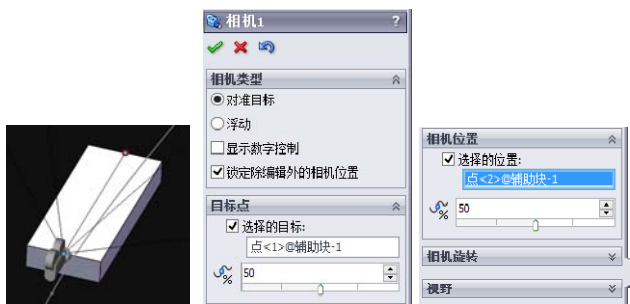

图 8-31 定义相机位置
STEP 5 “编辑”相机，设置其目标位置为“辅助块”上表面的前端中点，设置“相机位置”为“辅助块”上表面的后端中点，如图 8-31 所示。